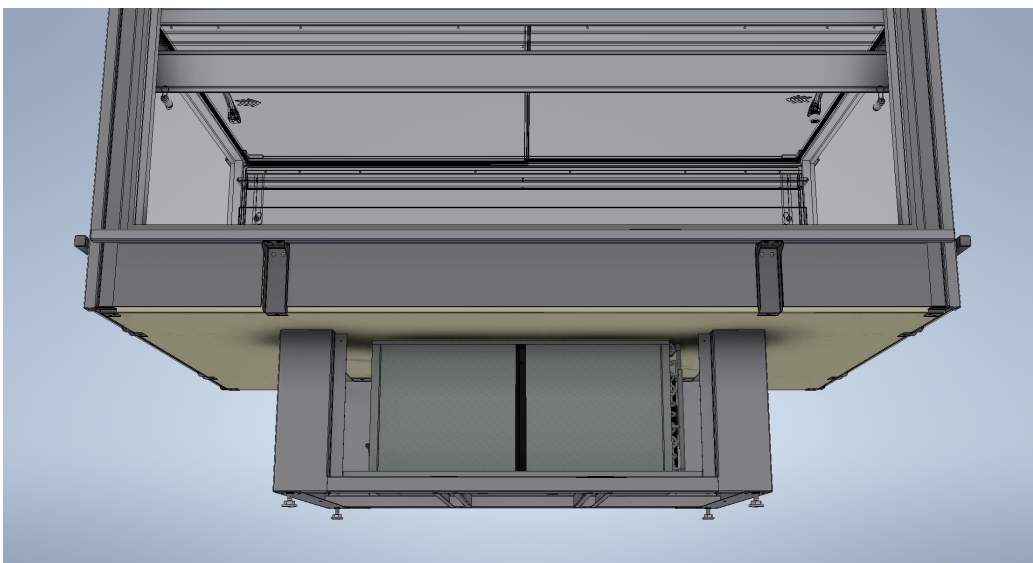

Abb. 2
- Den Kondensator mithilfe eines Luftstrahls reinigen oder mit einem trockenen Pinsel mit vertikalen Bewegungen den Staub, der sich an den Rippen abgelagert hat, entfernen **Abb.2**;